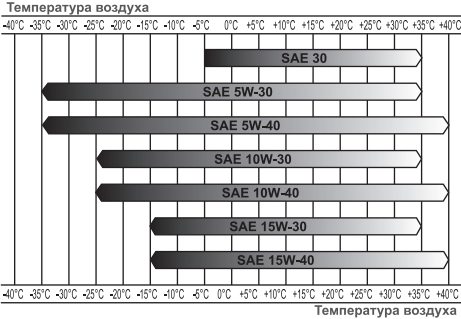

Рис. 7 Определение вязкости масла
*Нельзя применять масло для двухтактных двигателей. Рекомендуется применять моторное масло для четырехтактного бензинового двигателя категории SJ и выше по системе классификации API. Вязкость масла по классификации SAE выбирается в зависимости от температуры окружающего воздуха, при которой будет работать двигатель. При выборе вязкости масла пользуйтесь таблицей, показанной на Рис. 7.*